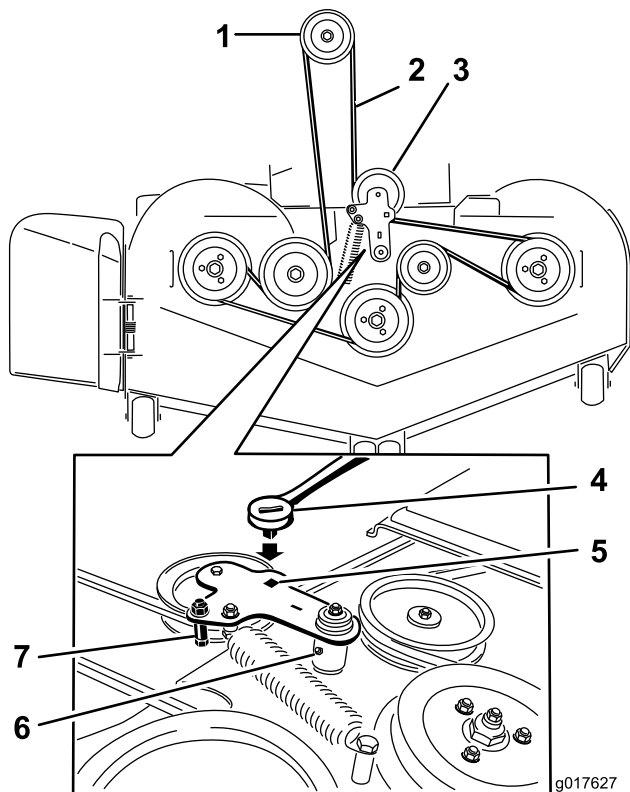

Figure 80
5. Soulevez le bac de plancher et insérez un rochet dans le trou carré de la poulie de tension du plateau (Figure 80).
6. Tournez la poulie de tension dans le sens horaire et retirez la courroie du plateau (Figure 80).